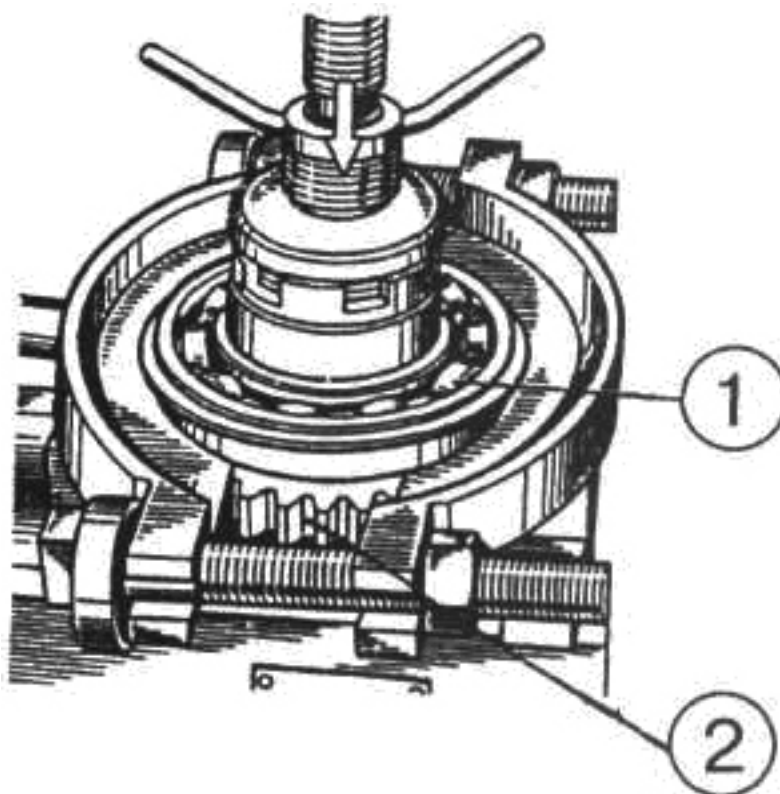

Рисунок 4.62
3) спрессуйте подшипник (1) (рисунок 4.62) с шестерни (2);